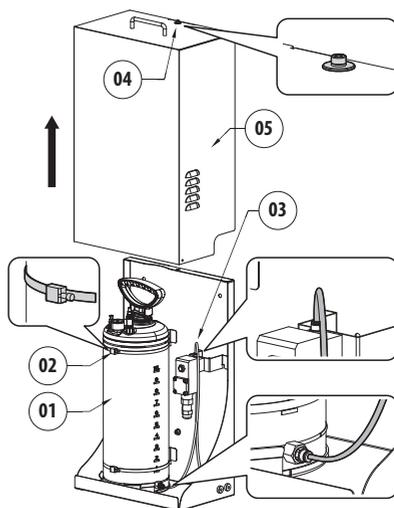

Fig. 4
Pour les opérations d'installation ou d'entretien de la pompe il est possible de laisser le réservoir en position ou en l'enlevant (Fig. 4, page 10). Pour enlever le réservoir (01) agir sur les colliers métalliques (02) et décrocher le tuyau de raccordement (03).